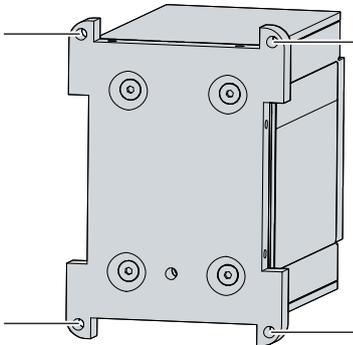

Abb. 10: C9900-U332\_Montageplatte
1. Setzen Sie den Akkupack mit den gekennzeichneten Stellen der Montageplatte (siehe Abb. 10) vor die vorbereiteten Bohrlöcher.